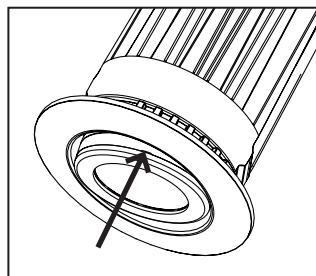

Figura 19
Paso 1. Inserte un pequeño destornillador en las ranuras entre la superficie del cardán y el cuerpo. Quite el frente. Puede ser necesario apalancar en algunos lugares para quitar el frente parejamente. El óptico se liberará después de que el frente se haya quitado (Figura 19).